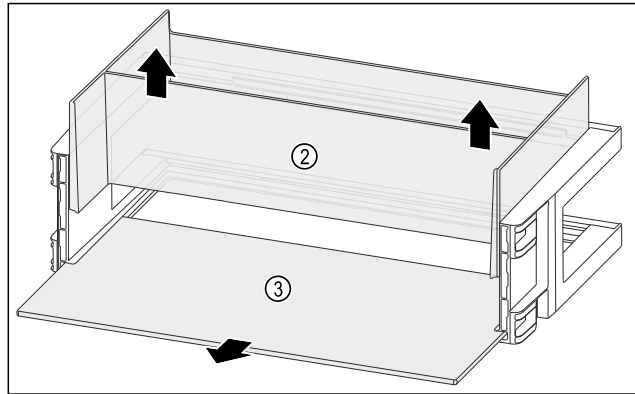

Fig. 93
- ▶ Извлеките органайзер Fig. 93 (2) движением вверх.
- ▶ Извлеките съемную полку Fig. 93 (3).